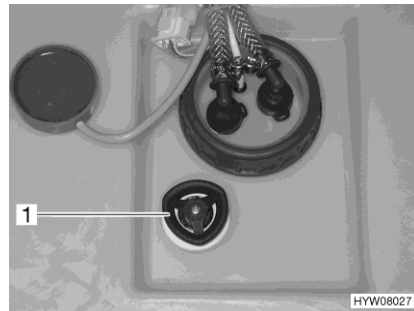

Fig. 158 Maniglia girevole (serbatoio dell'acqua)
- Apertura:** ■ Sul serbatoio dell'acqua, ruotare la maniglia girevole (Fig. 158,1) di 3/4-di giro in senso antiorario. L'acqua fuoriesce fino a ca. 20 litri.
- Chiusura:** ■ Sul serbatoio dell'acqua, ruotare la maniglia girevole (Fig. 158,1) in senso orario fino all'arresto.
- Sul serbatoio dell'acqua ruotare la maniglia girevole (Fig. 158,1) in senso antiorario, oltre la resistenza verso l'esterno fino all'arresto, per aprire completamente l'apertura di scarico.